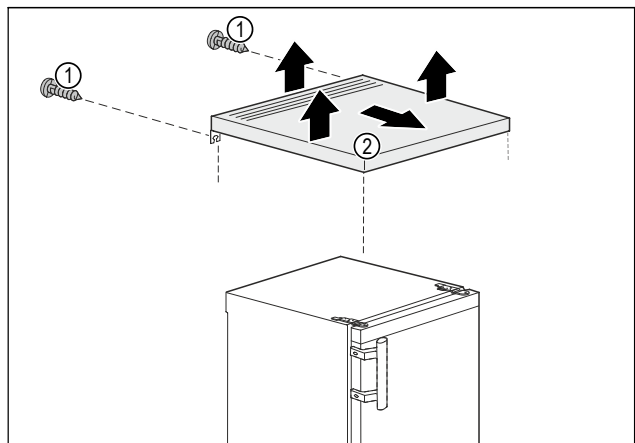

Fig. 3
- ▶ Îndepărtați șuruburile Fig. 3 (1) de pe partea posterioară.
- ▶ Ridicați placa mesei Fig. 3 (2) în spate.
- ▶ Împingeți placa mesei Fig. 3 (2) în față.
- ▶ Detașați placa mesei Fig. 3 (2) în sus.
- ▶ Placa mesei Fig. 3 (2) este detașată.